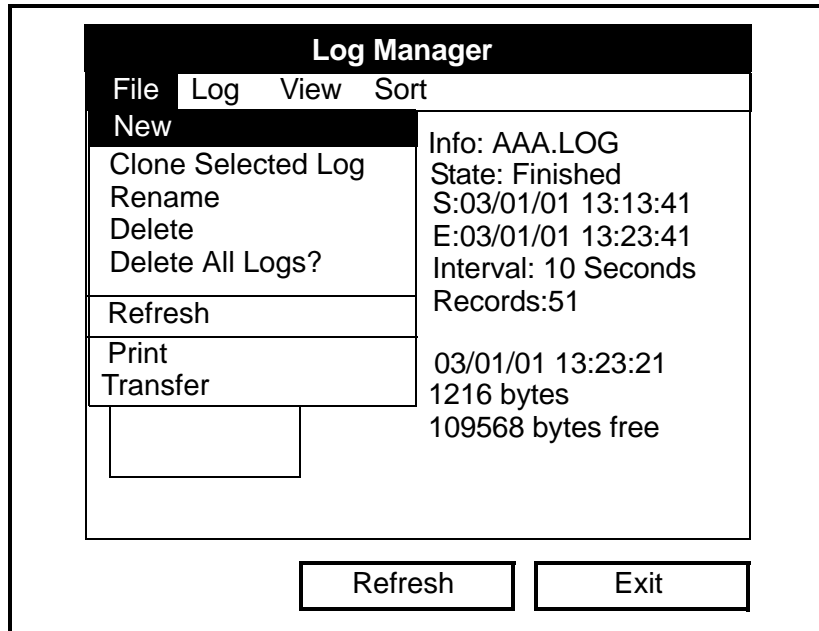

Figura 5-3: Menú File (Archivo) en Log Manager (Gestor de registro)
1. En la ventana *Log Manager* (Gestor de registro), pulse [MENU] y, a continuación, pulse [ENTER]. Aparecerá una ventana como la de la figura 5-3.
- En *Log Manager* > *File* (Gestor de registro - menú Archivo) (consulte la figura 5-3 de la página anterior), desplácese hasta la opción *New* (Nuevo) y pulse [ENTER]. O bien,
1. En *Log Manager*>*File* (Gestor de registro - menú Archivo) (consulte la figura 5-3 en la página 5-3), desplácese hasta la opción *Delete All Logs?* (¿Eliminar todos los registros?) y pulse [ENTER].